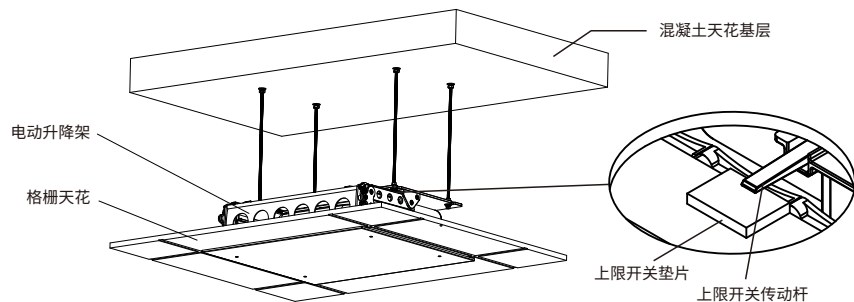

图 3 (整体示意图)
3.安装电动吊架, 务必对准对齐孔位, 随后用螺母连接锁紧, 保持吊架的底边框刚好盖住天花边框, 将安装完电动吊架后遗留的空隙完全遮挡住, 如图3所示。